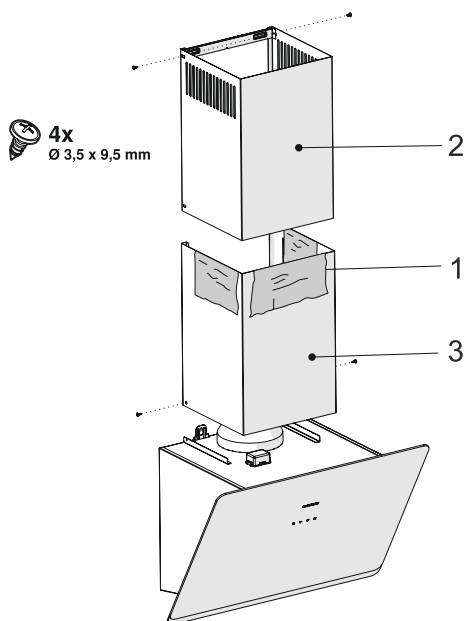

Fig. 14
- Se ci sono strati protettivi sui condotti, rimuoverli (Fig. 14 / 1).
- Tirando la canna fumaria superiore verso l'alto e avvitare alla piastra di connessione della canna fumaria attraverso i lati sinistro e destro (Fig. 14 / 2).
- Montare la canna fumaria inferiore al corpo attraverso i lati sinistro e destro. (Fig. 14).